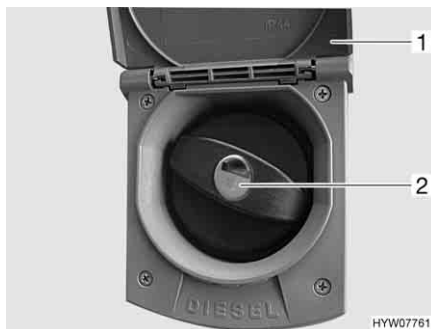

Fig. 26 Coperchio per bocchettone di riempimento per il rifornimento di carburante
- Alzare lo sportello (Fig. 26,1) verso l'alto.
- Inserire la chiave nel cilindro della serratura (Fig. 26,2) e ruotare in senso antiorario.